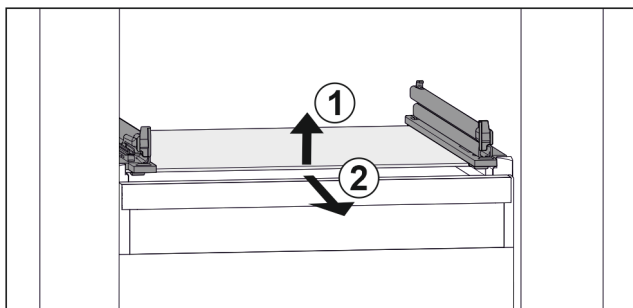

Fig. 25 Simbolična slika steklene plošče
- ▶ Steklo ploščo dvignite v smeri naprej. Fig. 25 (1)
- ▶ Steklo ploščo odstranite v smeri naprej. Fig. 25 (2)